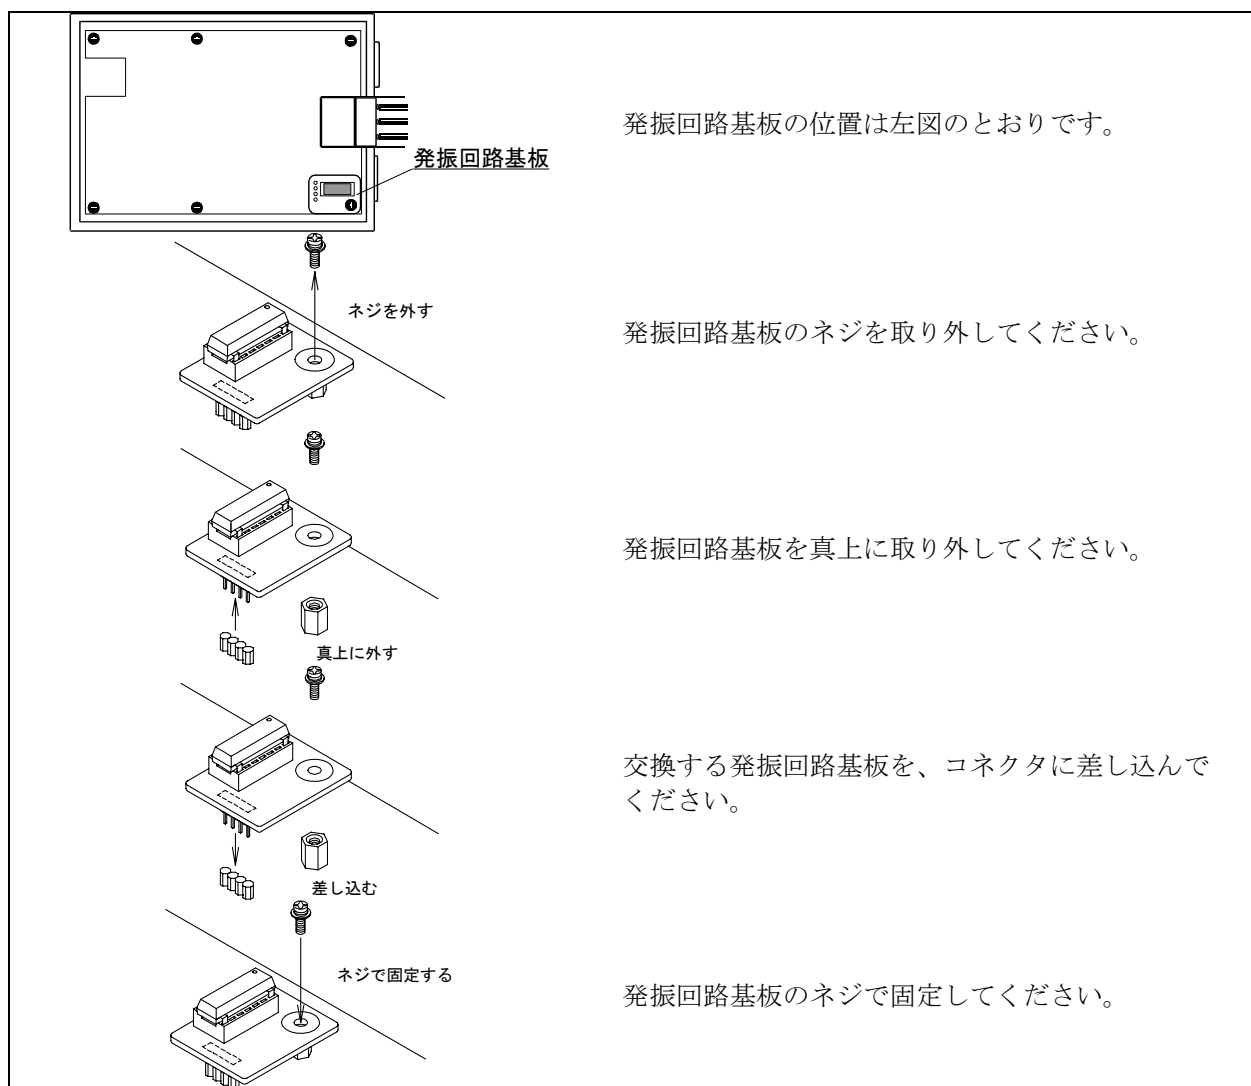

図 2.14 発振回路基板の交換手順
- ① PC7501内発振回路基板のネジを外して、発振回路基板を交換して下さい(図 2.14参照)。